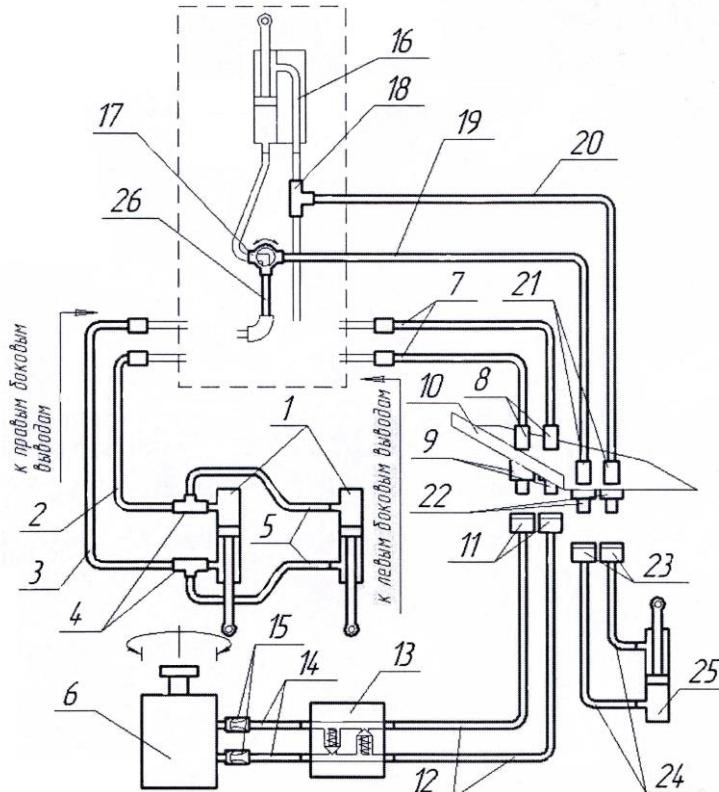

Рисунок 3. Функциональная схема гидросистемы
Для питания гидроцилиндра 25 управления козырьком метателя используются магистраль гидроцилиндра 16 задней навески трактора (рис.3). Для разветвления потока в правую линию магистрали врезаются трехходовой кран 17, а в левую тройник 18. Для этого необходимо:
- соединить левую трубку и соответствующий рукав цилиндра 16 навески через тройник 18 (см. рис.3);